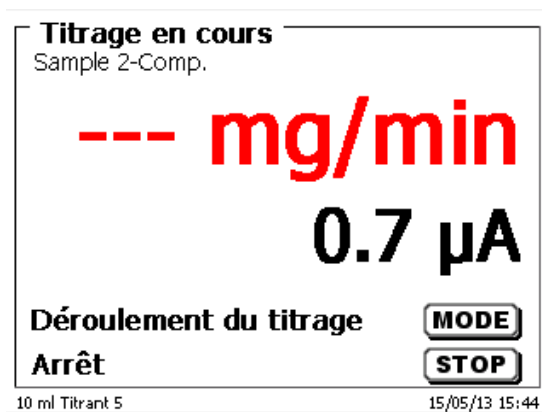

Fig. 53
- ou la dérive avec la valeur mesurée en μA (Fig. 53),